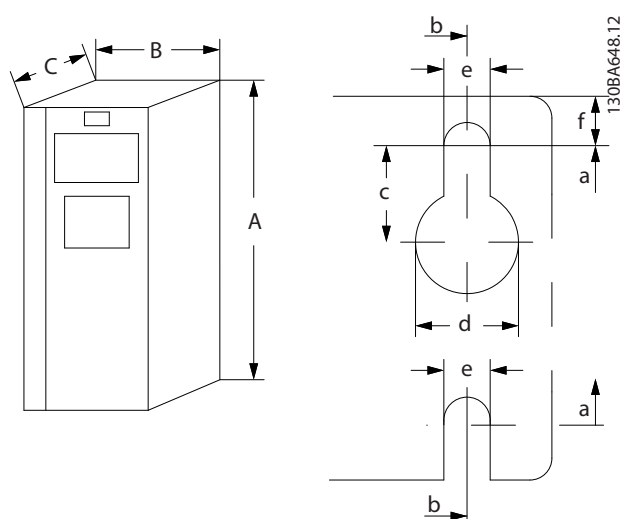
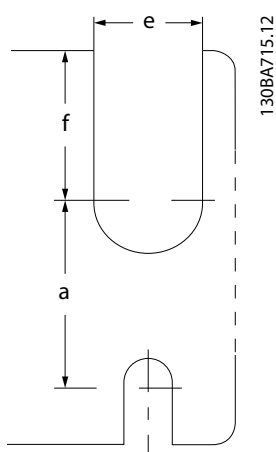

Рисунок 8.2 Верхнее и нижнее монтажные отверстия (см. глава 8.9 Номинальная мощность, масса и размеры)
Рисунок 8.3 Верхнее и нижнее монтажные отверстия (B4, C3 и C4)
1) Верхнее и нижнее монтажные отверстия показаны на Рисунок 8.2 и Рисунок 8.3.